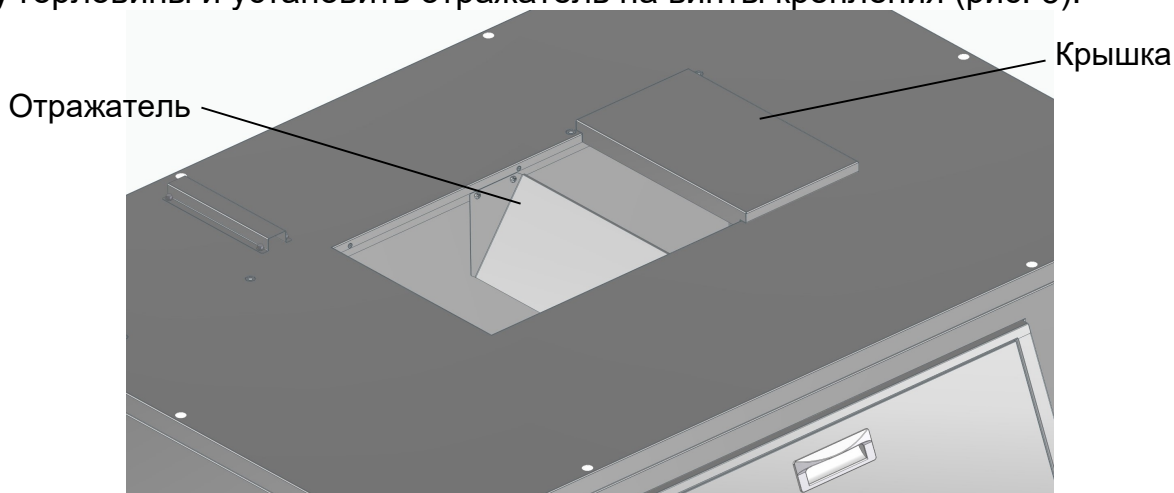

Рис. 5 Установка отражателя
5.6 При использовании льдогенераторов серии ЛГ-1200 необходимо снять крышку горловины и установить отражатель на винты крепления (рис. 5).